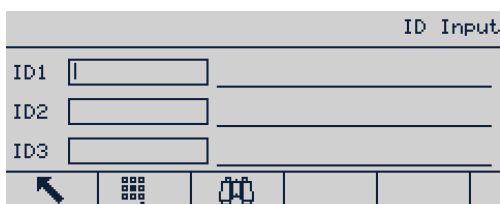

Figura 2-6: Pantalla de entrada de ID
El teclado estándar solamente sirve para la entrada de caracteres numéricos; sin embargo, pueden ingresarse caracteres alfabéticos para funciones específicas, tal como la tabla de números de identificación (ID) que se muestra en la Figura 2-6. Cuando se muestra la tecla programable del teclado , al presionarla se abre la pantalla de entrada de caracteres alfabéticos. Aparecerá INS-ABC en la parte superior derecha para indicar el modo de entrada.